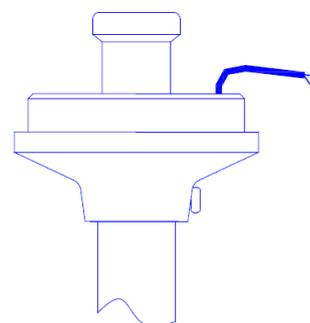

Рисунок 2.3 – Монтаж основания на трубу.
3. Выкрутите зажимной болт из основания светильника. Протяните питающий кабель из трубы через отверстие под патроном в основании светильника. Произведите монтаж основания светильника ЗОМ (А) на штангу или трубу с внешней резьбой G3/4 (рисунок 2.3). Используйте ленту из фторопластового уплотнительного материала (ФУМ) для обеспечения герметичного резьбового соединения основания светильника и трубы. Вкрутите зажимной болт в основание светильника для дополнительного обеспечения его фиксации на трубе.